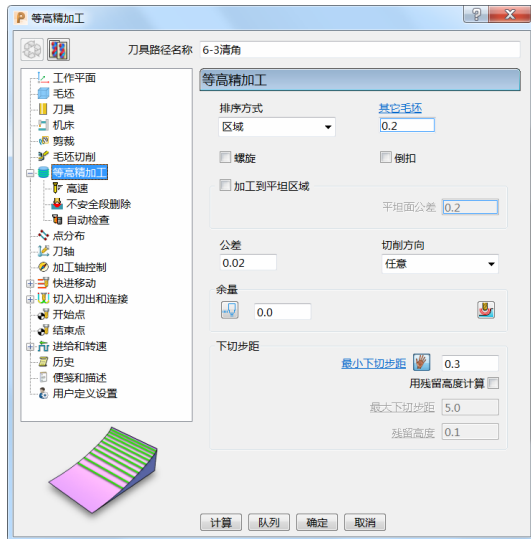

图 3-97
- 4) 等高精加工: 排序方式选择“区域”, 设定其它毛坯“0.2”、公差“0.02”、切削方向“任意”、余量“0.0”、最小下切步距“0.3”。(图 3-97)